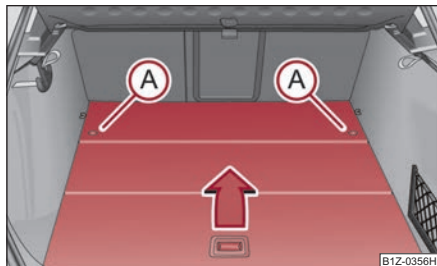

Fig. 99 Maletero: desmontar el piso de carga variable
- Desbloquee el piso de carga girando las argollas de seguridad (A) a izquierda, aprox. 90° ⇒ fig. 99.